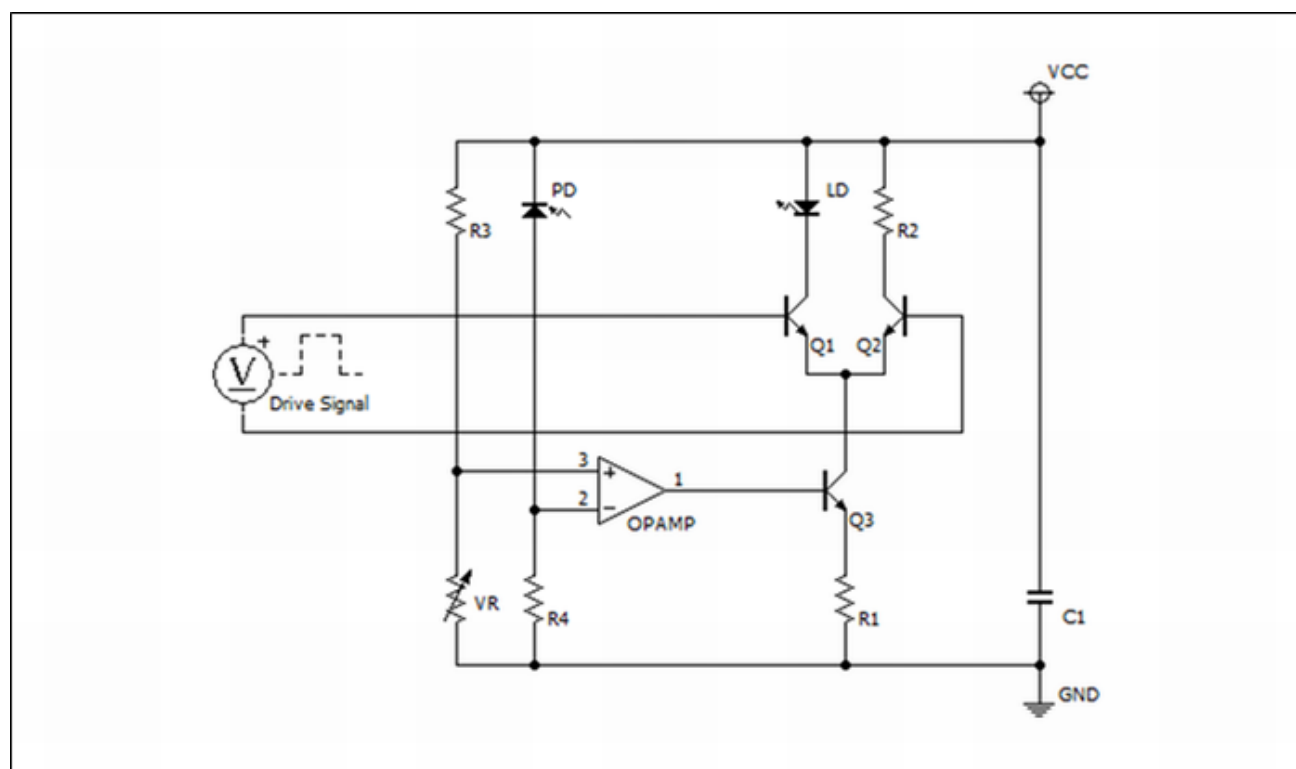

図 2 LD 駆動回路 (例)
- d. LD 駆動回路の例を図 2 に示します。図 2 では、LD が点灯する電流を決める定電流回路を、オペアンプとトランジスタ Q3、抵抗 R1 を用いて構成しています。APC を実施する場合には、トランジスタ Q3 のベース電位を制御する様にしてください。